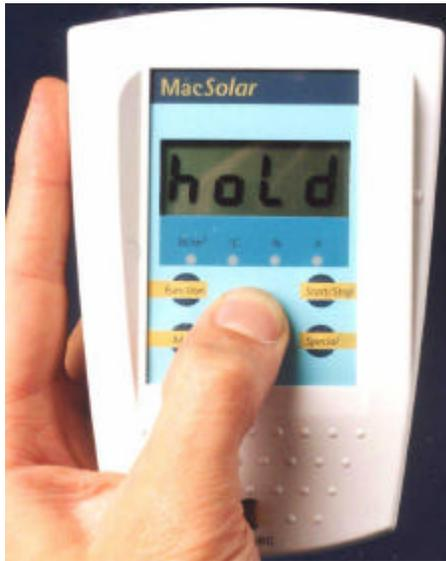

Fig. 5: Messung aktueller Werte mit dem MacSolar
3.1 Messungen aktueller Werte (Fig. 5)